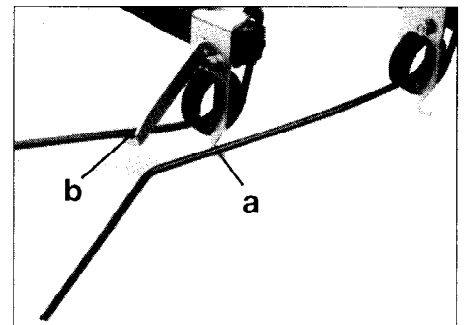

Fig. 11
- 4) Zinken auf Reihe hochstellen (Fig. 11).